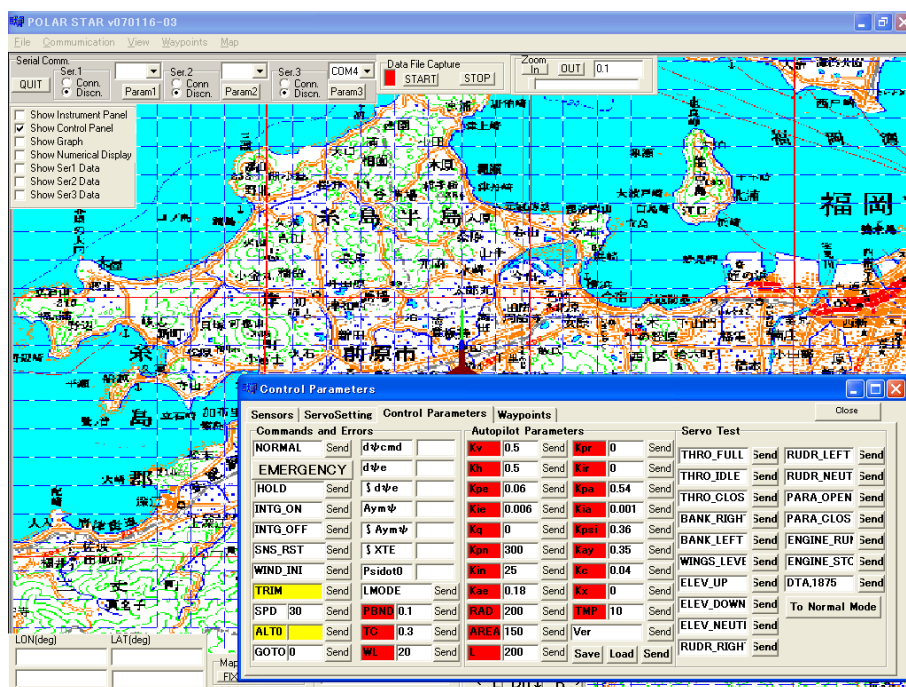

図 2.30: サーボテストモード
15. ウインドウ右側にある、大きな「Servo Test」ボタンを押し、サーボテストモードにします(図 2.30)。「THRO_FULL」(フルスロットル)右横の「Send」ボタン「THRO_IDLE」(スロットルアイドル)の右横の「Send」ボタンの順にすべて押し、オートモードで全舵面が正しく動作するか確認します。問題がある場合には、オートモードでのサーボの動作範囲の設定(p.29)を再度行ってください。